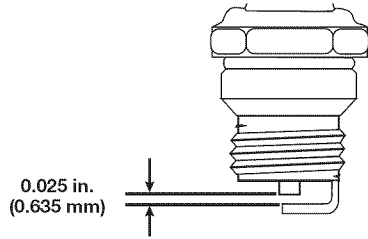

Fig. 26
3. Cambie las bujías que estén rajadas, sucias o deterioradas. Fije la separación de aire a **0,635 mm (0,025 pulgadas)** utilizando un calibrador (Fig. 26).